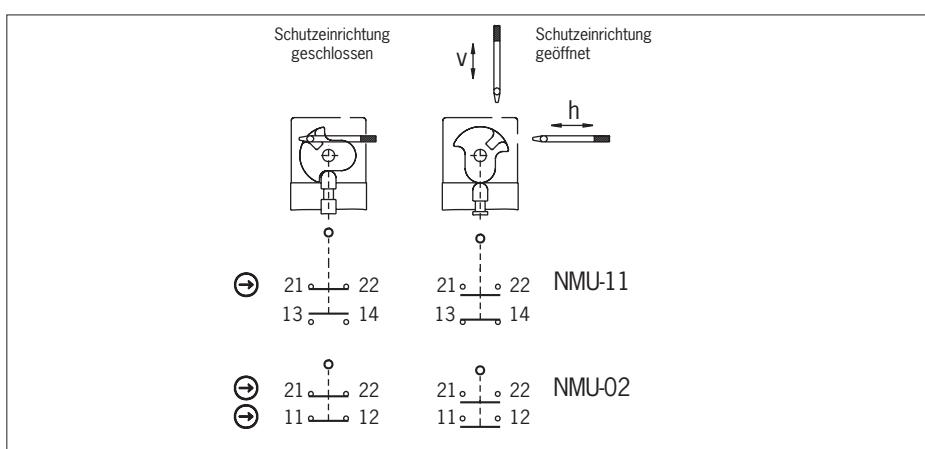

Bild 4: Schaltelemente und Schaltfunktionen
Es muss mindestens ein Kontakt (⊕) verwendet werden. Dieser signalisiert die Stellung der Schutzeinrichtung (Kontaktbelegung siehe Bild 4).
3. Anschließen und Klemmen mit 0,5 Nm anziehen (Kontaktbelegung siehe Bild 4).